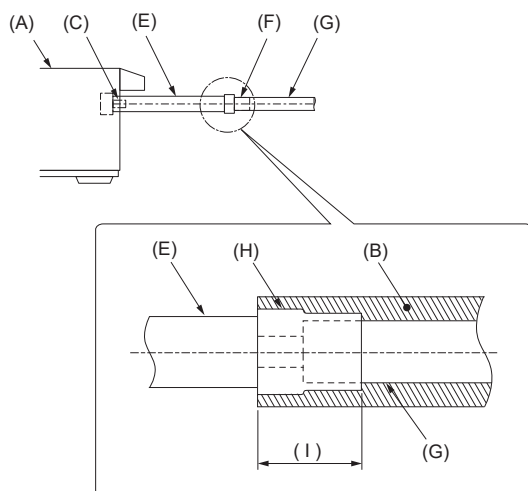

Fig. 5-3
- Conecte la tubería de drenaje directamente a la pieza de conexión (lado de la tapa) de la manguera de drenaje. (Fig. 5-3)
- Asegúrese de conectar la manguera de drenaje al lado de la unidad interior tal y como aparece en la ilustración de la izquierda. Asegúrese de conectar la pieza de conexión de la manguera de drenaje utilizando un adhesivo de la familia del cloruro de polivinilo para evitar fugas. (Fig. 5-3)